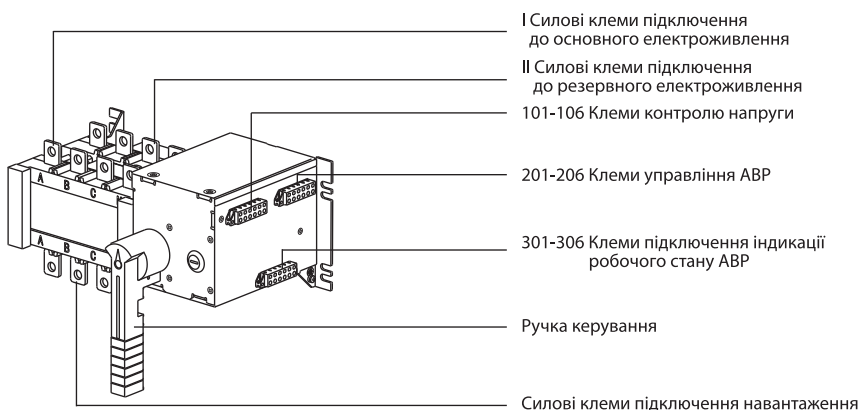

Рисунок 3
8.1 При підключенні АВР дивіться конструкцію пристрою на рис. 3.